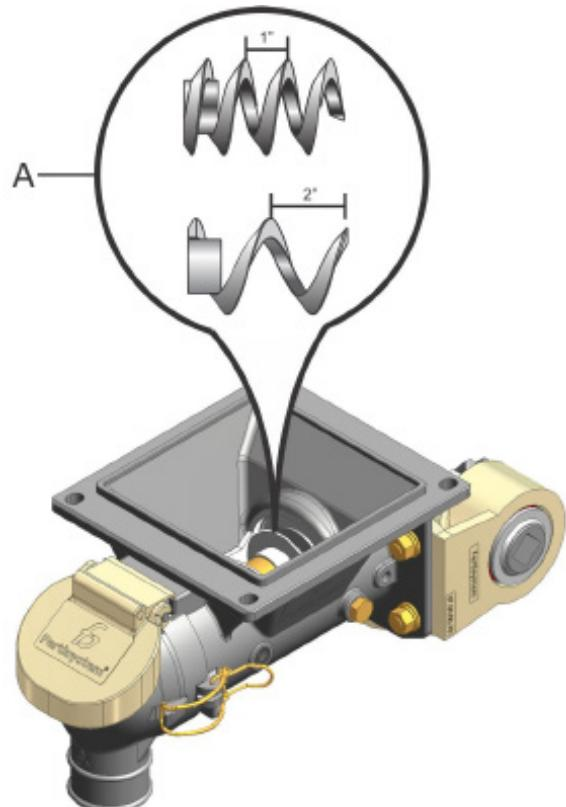
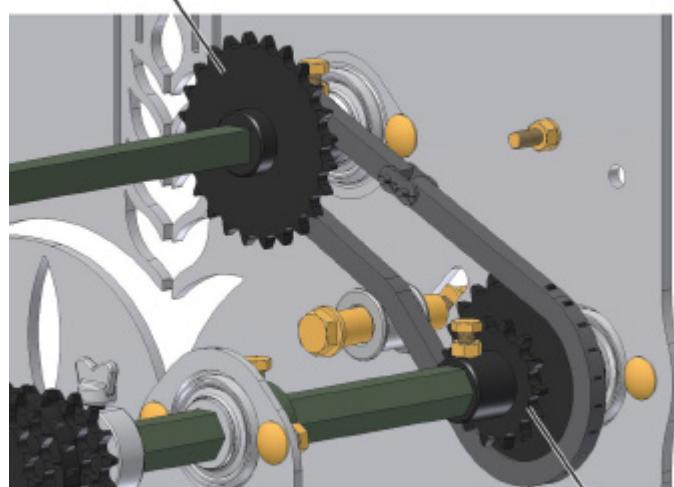

fig. 16
fig. 17
A regulagem da quantidade de fertilizante em Kg/ha é realizada através das rosca sem-fim (A) (fig. 16) e do intercâmbio de rodas dentadas motrizes (B) e rodas dentadas movidas (C) (fig. 17), do pinheirinho movido (D) e motriz (E) (fig. 17), sendo que o fertilizante é deslocado através das rosca sem-fim (A).